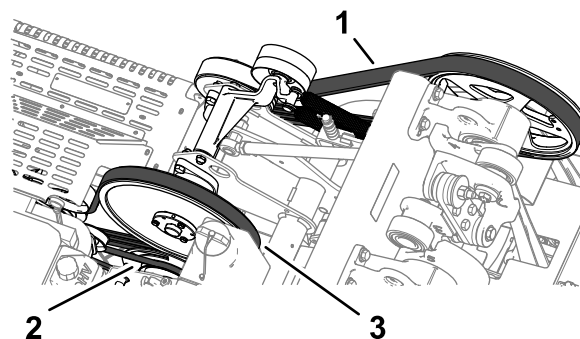

Figura 164
2. Inspeccione las correas de la bomba hidráulica, el eje secundario y el cigüeñal (Figura 164) en busca de daños, desgaste, grietas excesivas en el material elástico o grandes residuos incrustados.